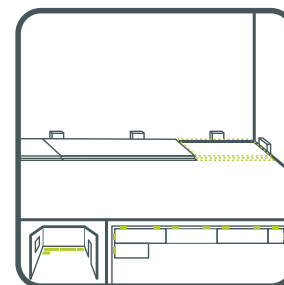

рис. 3
- 8.1.4 В случае необходимости осуществить подрезку планок по длине до требуемых размеров (см. рис. 3).